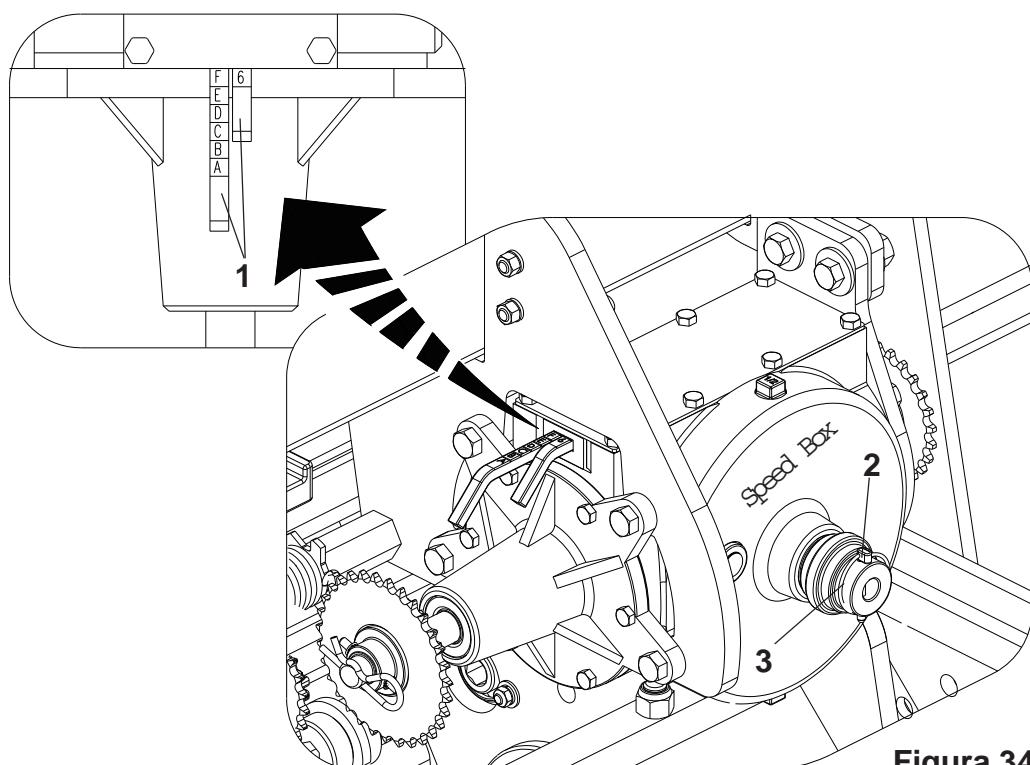

Figura 34
- 2 - Para colocar as alavancas (1) na posição “F 1”, retire a trava (2), puxe a manopla (3), em seguida regule os mesmos. Ao terminar a combinação, retorne a manopla (3) e recoloque a trava (2).
- 5 - O esticador (4) é dotado de mola de torção para maior flexibilidade do mesmo, se necessário maior pressão no esticador, gire a roseta (5) passando o engate da mola (6) para o outro dente da roseta. **Figura 34.**
2 - Para regulagens do adubo, selecione a quantidade desejada nas tabelas e verifique a combinação correspondente dos cursores (1). Exemplo : posição **F 2**, indica que ao cursor com letras deve estar na posição “F” e o cursor de números deve estar na posição “2”, conforme **Figura 34**.